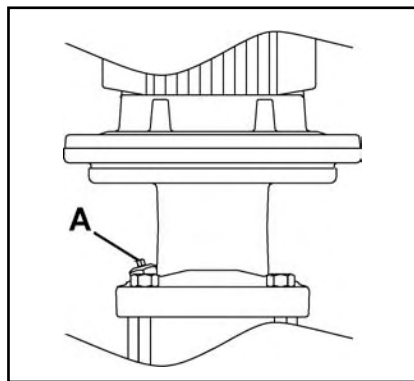

Figura 6
1. Afloje el tapón de drenaje (A, figura 6) dando uno o dos giros hasta que salga agua y aire.